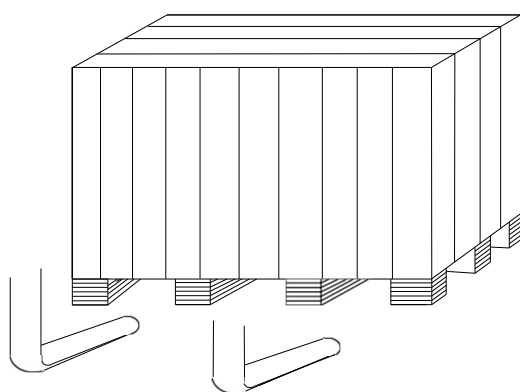
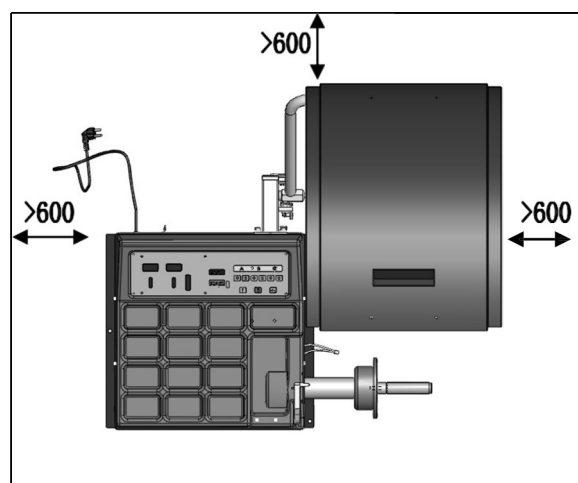

図 3
図 4
4.1.1.本機の梱包に問題がないことを確認したら、ホイールランサーを設置場所に運びます(図3)。設置場所には、周囲温度は0℃~50℃、湿度は85%以下で、図4のように周囲の物との間に間隔を確保できる場所を選んでください。